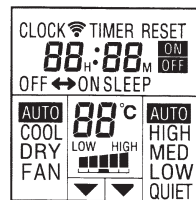

Fig. 8
- ⑲ Botão "TIME ADJUST" (Para ajustar as horas)
- ⑲ Botão "ACL" (situado dentro do compartimento das pilhas)
- ⑲ Botão "TEST RUN"
⑳ Display do Controle Remoto (Fig. 8)
- ⑳ Indicador de transmissão
- ⑳ Relógio digital
- ⑳ Display do modo de Operação
- ⑳ Display do modo "TIMER" (Temporizador)
- ⑳ Display da Velocidade de Ventilação
- ⑳ Display do Ajuste de Temperatura
- ⑳ Indicador da Programação do "TIMER"
- ⑳ Indicador da Programação de Temperatura